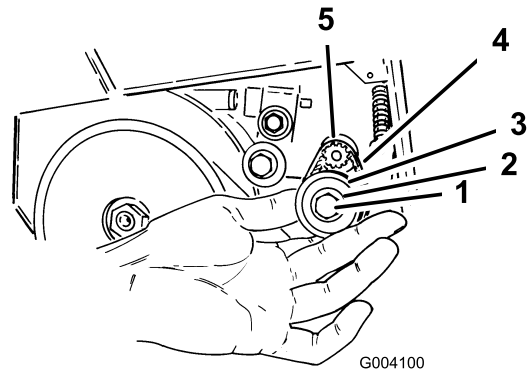

Bild 22
5. Nehmen Sie die zwei Scheiben und die kleine Spannscheibe ab (Bild 22).
6. Nehmen Sie den kleinen Riemen ab und werfen Sie ihn weg (Bild 22).
9. Schieben Sie den Riemen über die Motorwellenspannscheibe (Bild 22).
11. Legen Sie den großen Riemen auf die kleine Spannscheibe (Bild 22). Siehe „Austauschen des großen Riemens“.